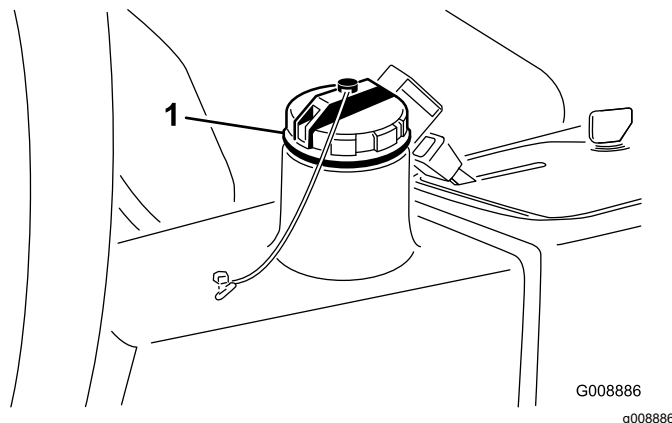

Рисунок 82
4. Залейте в гидравлический бак (Рисунок 82) приблизительно 22,7 литра гидравлической жидкости; см. раздел Характеристики гидравлической жидкости (страница 61).